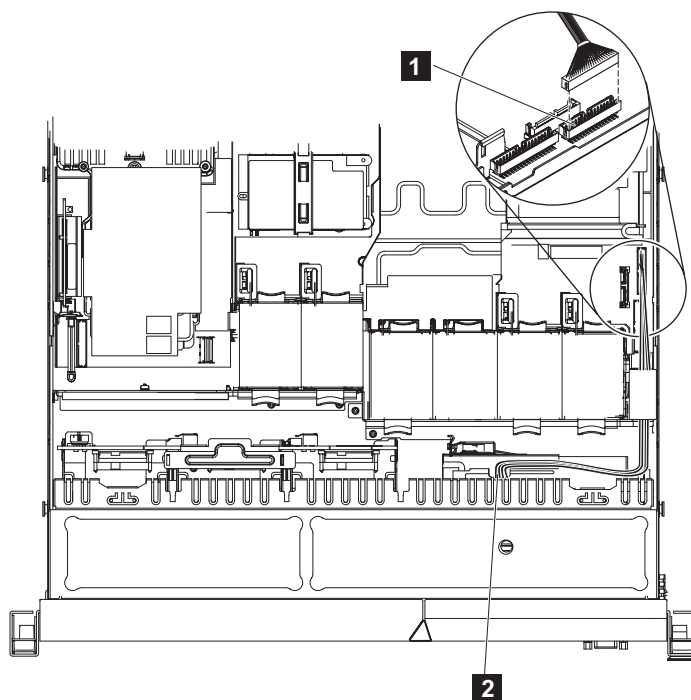

図 229. SAN ポリユーム・コントローラー 2145-CF8 オペレーター情報パネル・ケーブルの接続
2. 276 ページの図 229 に示すように、新しいケーブルをオペレーター情報パネルからノードの右側のビデオ/USB ケーブル・コネクタの上のコネクタに通します。
3. 図 229 に示すように、ノードの右側のビデオ/USB ケーブル・コネクタの上のコネクタにケーブルを接続します。